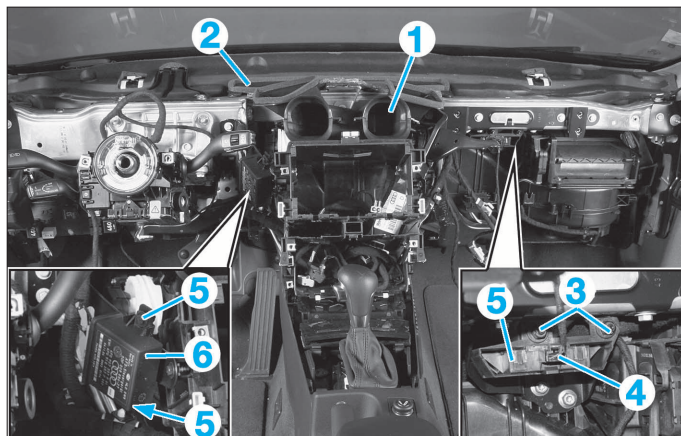

FIG. 39
- Déposer (Fig.39) :
- le guidage d'air central (1).
- le diffuseur d'air de pare-brise (2) .